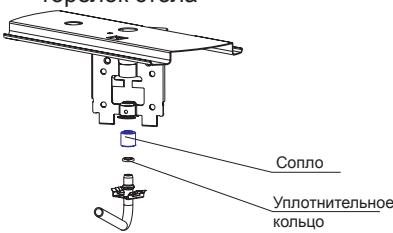

рис. 10
15.1. Проведение замены сопла при ремонте, а также при переводе на другой тип газа (рис.10, 11)
5. Снять установленные сопла, для этого отверткой необходимо отсоединить металлическую защелку от отбортовки гнезда держателей сопла и вывести газоподводящую трубку вместе с соплом из гнезда, затем снять сопло с трубки газа (рис.10). Резиновые уплотнительные кольца рекомендуется оставить на трубках;